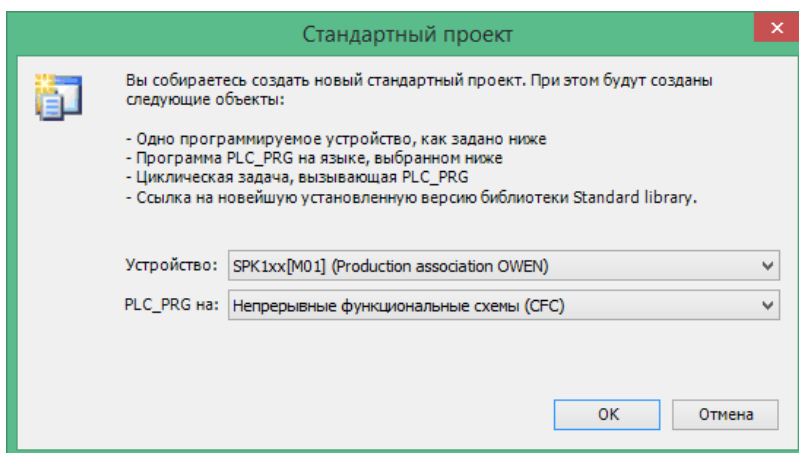

Рис. 5. Выбор контроллера и языка программирования
3. Выбрать контроллер **СПК110** и язык **CFC** (рис. 5).